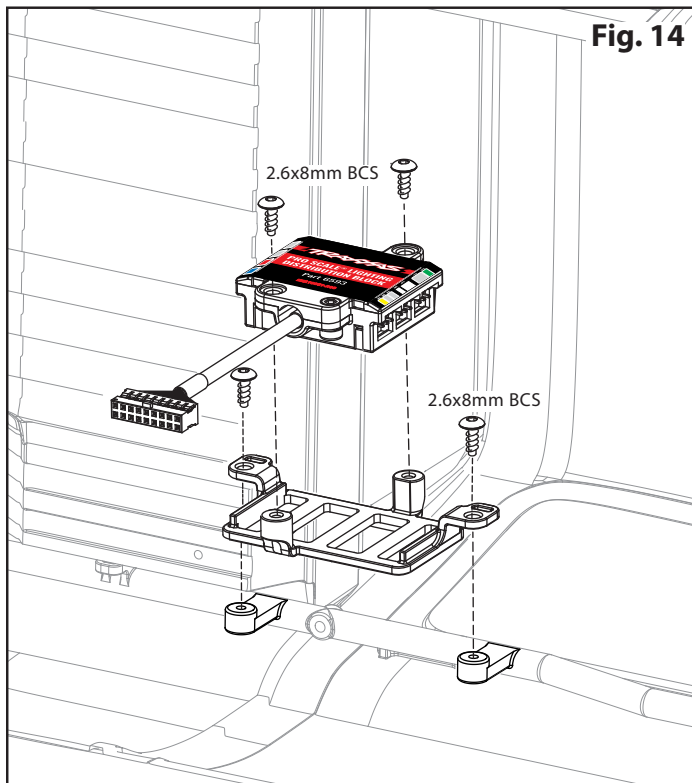

Fig. 14
3. Instale la estructura del bloque de distribución y asegúrela con los tornillos de cabeza de botón de 2,6 x 8 mm (2) incluidos como se muestra en la Fig. 14.
4. Utilice los tornillos de cabeza de botón de 2,6 x 8 mm incluidos para asegurar el bloque de distribución al montaje (Fig. 14).